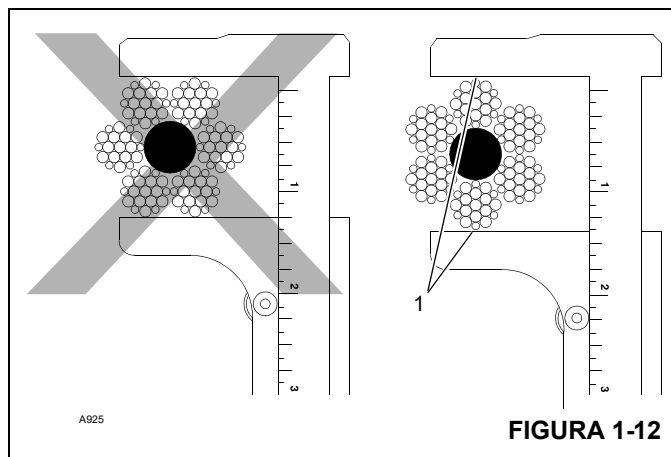

FIGURA 1-12
12. Mida el diámetro del cable entre las coronas (1) de las trenzas para determinar si el cable se ha dañado (Figura 1-12).